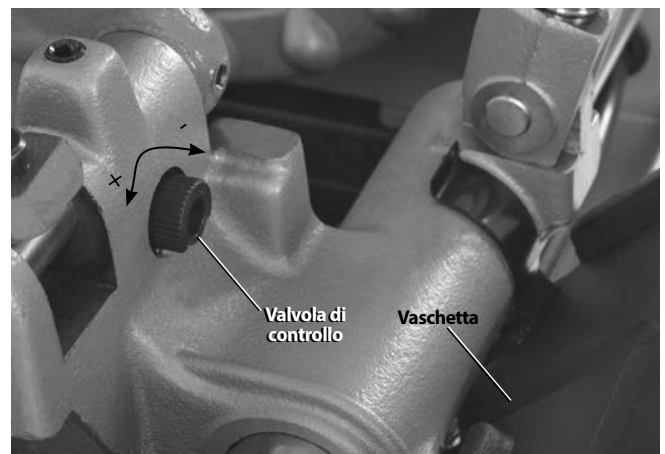

Figura 5 – Regolazione del flusso dell'olio
11. Controllare il livello dell'olio di taglio RIDGID. Rimuovere il raccogli-trucioli e l'insero della coppa dell'olio; Accertarsi che lo schermo del filtro sia interamente sommerso nell'olio. *Vedere Manutenzione del sistema di lubrificazione*. Se la macchina è dotata di vaschetta, accertarsi che sia correttamente posizionata in modo da allontanare le gocce d'olio dalla testa portapettini fino al raccogli-trucioli (*vedere Figura 5*).
- Portare la testa portapettini sulla posizione di utilizzo. Premere e tenere premuto l'interruttore a pedale. Controllare il flusso dell'olio attraverso la testa portapettini. Rimuovere il piede dall'interruttore a pedale. Il flusso dell'olio può essere regolato con la valvola di controllo sul carrello (*Figura 5*). La rotazione in senso orario riduce il flusso e quella in senso antiorario aumenta il flusso. Non effettuare la regolazione mentre la macchina è in funzione.